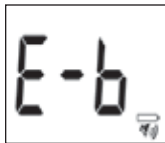

Figura 41
2. Cuando aparece el símbolo “” junto con el símbolo “E-b” en la pantalla, las baterías no poseen suficiente energía para realizar una prueba. Debe cambiar las baterías antes de utilizar el medidor. Véase la figura 41.